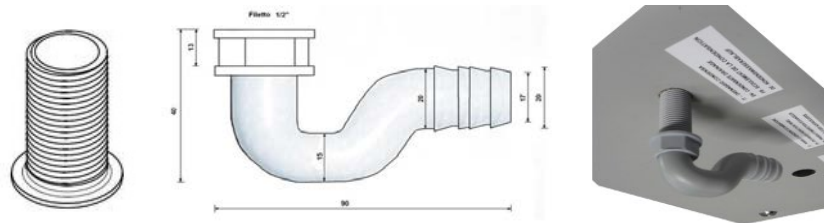
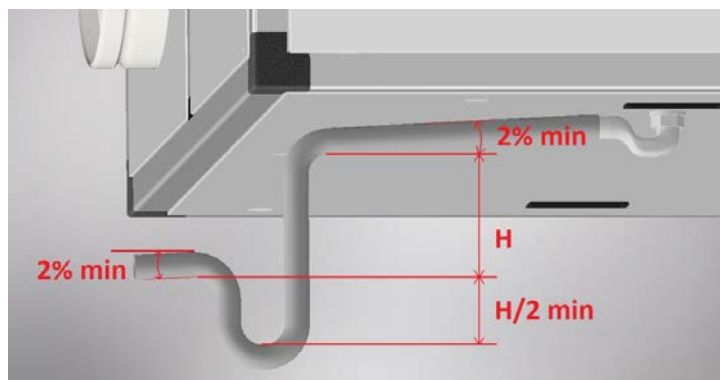

Figura 2 - Immagine del kit di scarico condensa e foto del montaggio sull'unità (è possibile tagliare il tubetto filettato a misura in modo che sporga meno)
Figura 3 - Altezza del sifone di scarico condensa ($H + H/2 + \varnothing_{\text{tubo}}$), valore H riportato nella tabella Specifiche tecniche a pag. 12
- Installare un adeguato sifone di scarico condensa il più vicino possibile all'unità: per alcune unità, in dotazione è fornito un piccolo sifone (vedi Figura 2), il quale ha più una funzione di raccordo che di sifone vero e proprio. Infatti per evitare il risucchio d'aria e quindi il corretto scarico della condensa, è necessario installare/realizzare un sifone con altezza minima come indicato in Figura 3 e nella tabella Specifiche tecniche a pag. 12; l'altezza (H) minima è calcolata tenendo conto delle condizioni di lavoro standard dell'unità, mentre l'altezza ottimale considera la prevalenza totale del ventilatore (quindi permette un corretto scarico condensa in qualsiasi condizione).